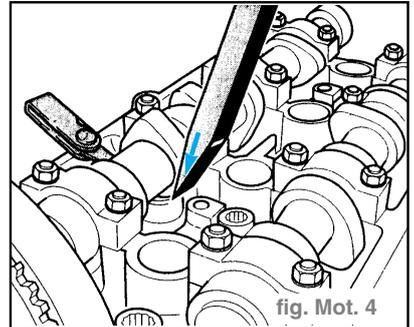

fig. Mot. 4
- Enfoncer le poussoir en coupelle légèrement vers le bas à l'aide d'une cale en bois ou en matière plastique. S'il est possible de faire glisser une jauge d'épaisseur de **0,2 mm** entre l'arbre à cames et le poussoir en coupelle, remplacer le poussoir (fig. Mot. 4).